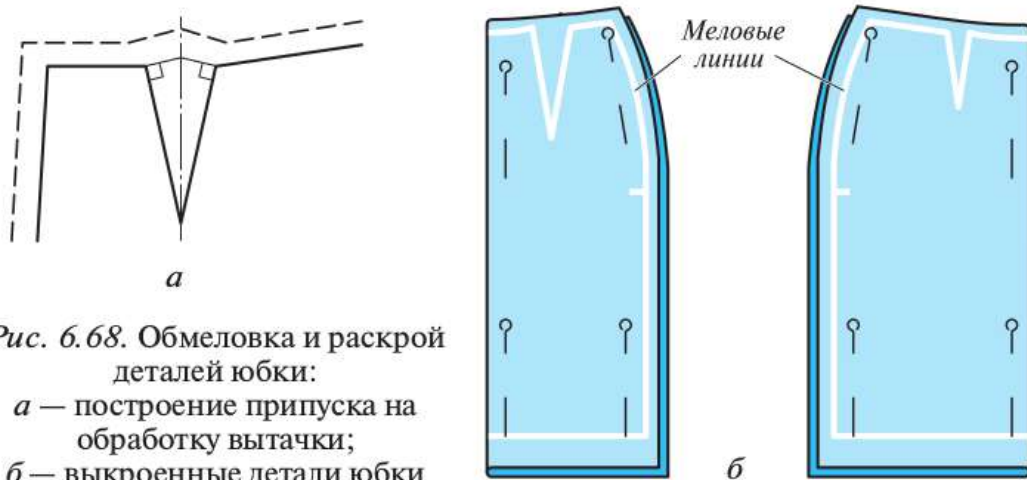

Рис. 6.68. Обмеловка и раскрой деталей юбки:
8. Аккуратно отколоть детали выкройки и сколоть два слоя ткани булавками внутри контуров деталей, что предохранит ткань от смещения при выкраивании деталей (рис. 6.68).
По окончании раскроя все выпады ткани собирают и не выбрасывают до полного окончания работ над изделием. Выкроенные детали не следует раскалывать, так как вся разметка находится только на верхней детали и её нужно перенести на нижнюю парную деталь (рис. 6.68, б).